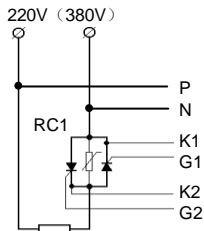

图 12: C2 型应用二传统触发型单路移相触发
3. C2、C8 类型采用传统触发方式，触发有极性且必须接同步信号线，请严格参照前文图 11、图 12、图 15 相关接线图连接。